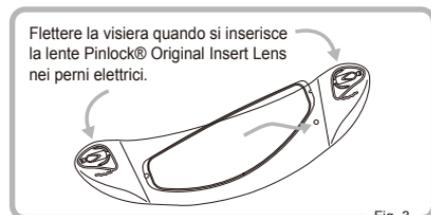

Fig. 3
- ② Flettere la visiera con attenzione finché diventa piatta. Quindi, far scattare l'altro lato della lente Pinlock® Original Inserire la lente nei perni eccentrici quindi prestando attenzione lasciar tornare la visiera alla forma incurvata originale. (Fig 3 e 4)